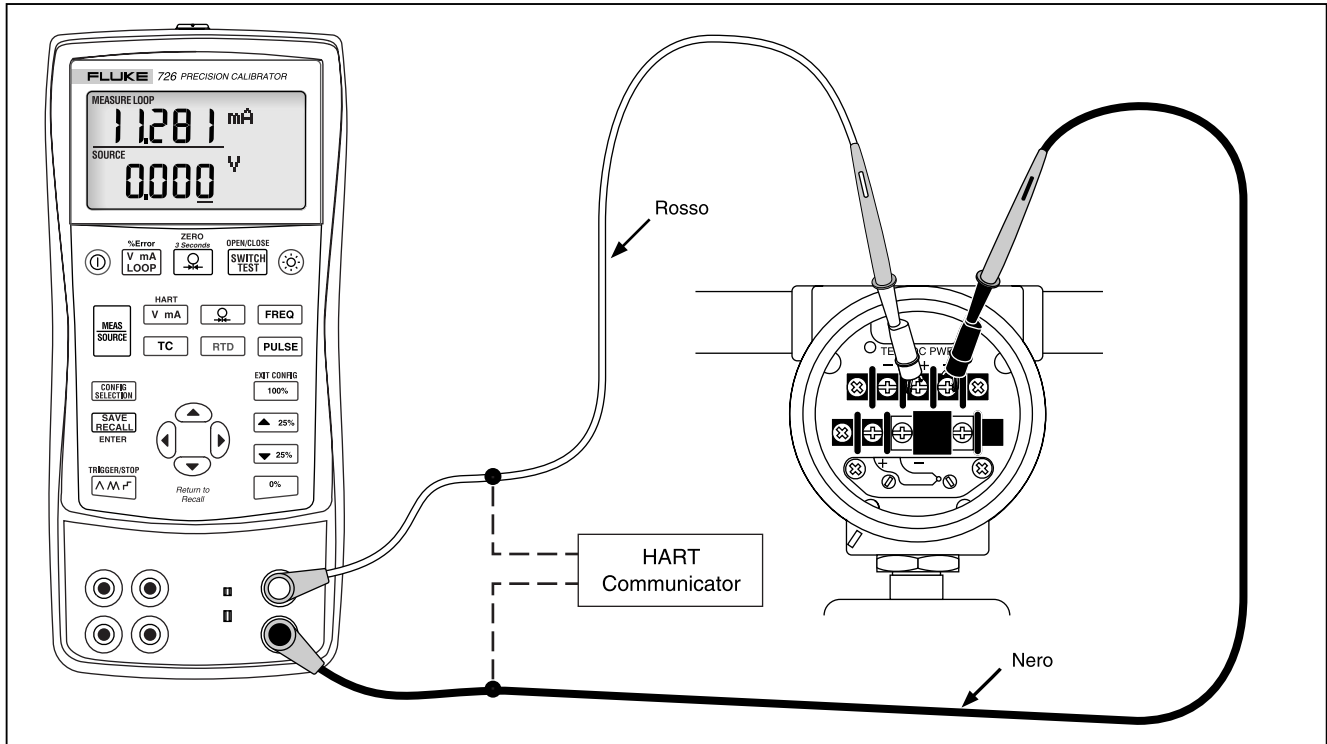

Figura 8. Connessioni per l'alimentazione della corrente di anello
1. Collegare il calibratore ai terminali dell'anello di corrente del trasduttore, come indicato nella Figura 8.